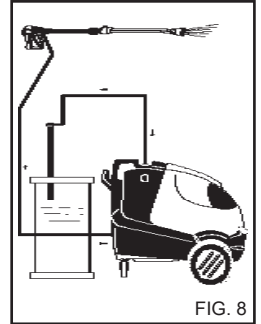

FIG. 8
- 3) Spola ur intag-sledningen efter användning av rengöringsmedel genom att lägga inloppsslangen i en (fig. 8) i en tank med rent vatten och köra pumpen under en minut med doseringsventilen helt öppen och munstycket sprutklart.
4) Spola ur intagsledningen efter användning av rengöringsmedel. Läggs sugslangen (fig. 8) i en behållare med rent vatten och kör pumpen under en minut med doseringsventilen helt öppen och munstycket sprutklart.